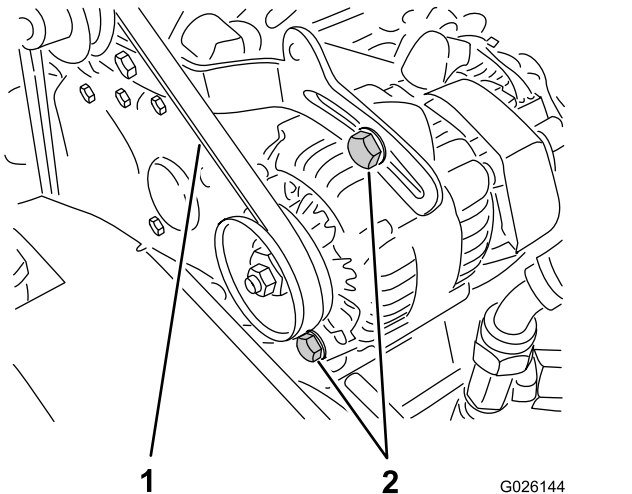

図 68
2. クランクシャフトとオルタネータのプーリ間の中央でベルトを指で押してベルトの張りを点検する。押す力は 10kg 程度(図 68)。
A. オルタネータの取り付けボルト 2 本をゆるめる(図 68)。
- B. エンジンとオルタネータの間にボールを入れて適当な張りに調整し、取り付けボルトを締め付ける(図 68)。